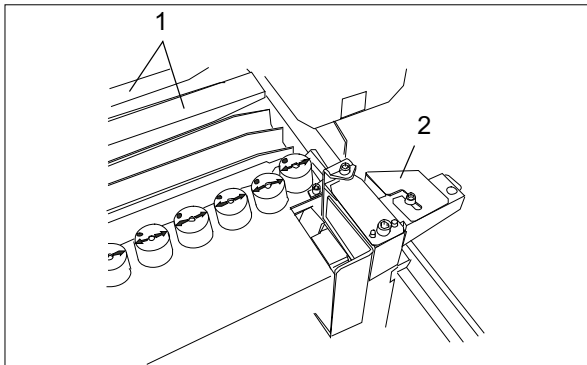

Fig. 39 Register table
- Fig. 39/1 Hold-down rods
- Fig. 39/2 Guide plate